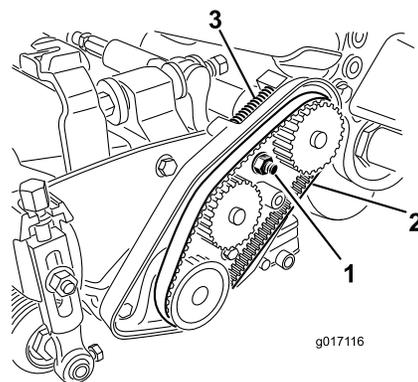

Рисунок 45
- А. Ослабьте гайку крепления корпуса подшипника (Рисунок 45).
- С. Удалите все загрязнения из внутренней части отсека ремня и вокруг пружины сжатия (Рисунок 45).